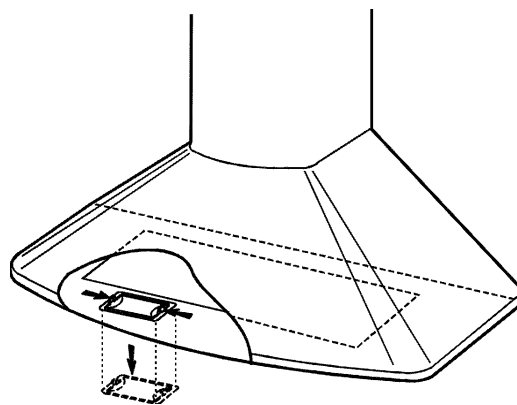

fig.6
3. Retirez le plafonnier : exercer une légère pression sur les 2 blocages et en même temps pousser le plafonnier vers le bas (fig.6).